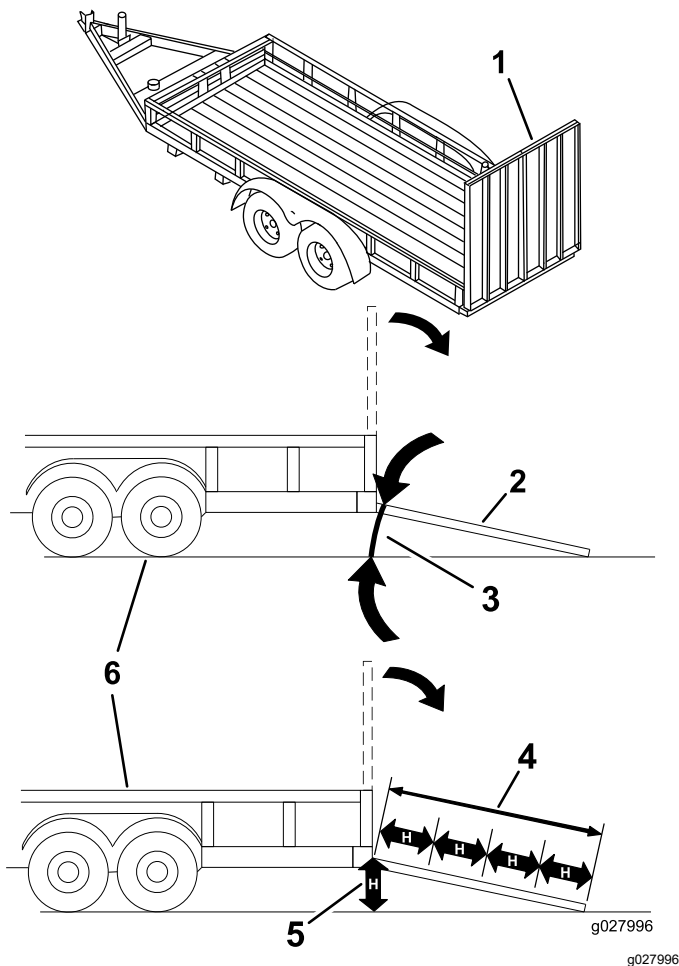

Bild 32
Das Laden einer Maschine auf einen Anhänger oder einen Lastwagen erhöht die Umkipppgefahr und könnte schwere oder tödliche Verletzungen verursachen (Bild 32).
1. Senken Sie die Rampe ab und stellen Sie sicher, dass der Winkel zwischen der Rampe und dem Boden höchstens 15 Grad beträgt (Bild 32).